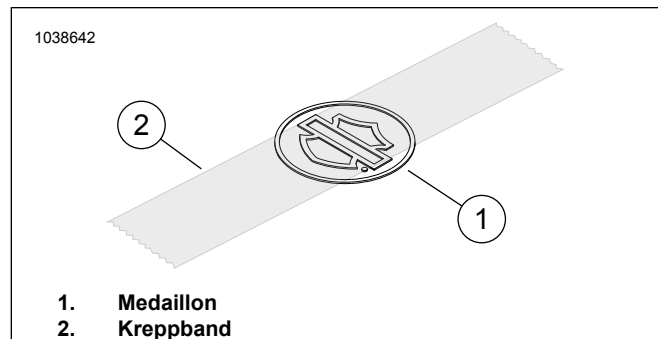

Abbildung 1. Klebeband auf Medaillon anbringen
- Siehe Abbildung 1 >. 3-Zoll-Krepband mittig über dem „Bar & Shield“ des Medaillons anbringen.